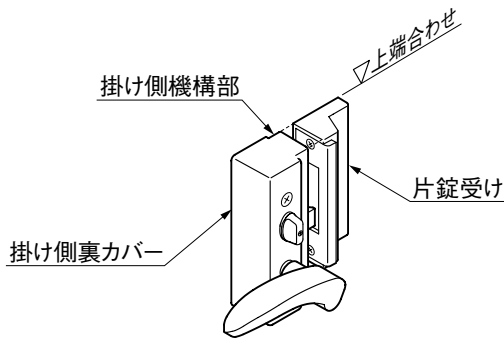

図3-4
- 片錠受けの取付け高さは、片錠受けの上端面と錠掛け側機構部の上端面との高さを合わせた位置で固定してください。(図3-4参照)